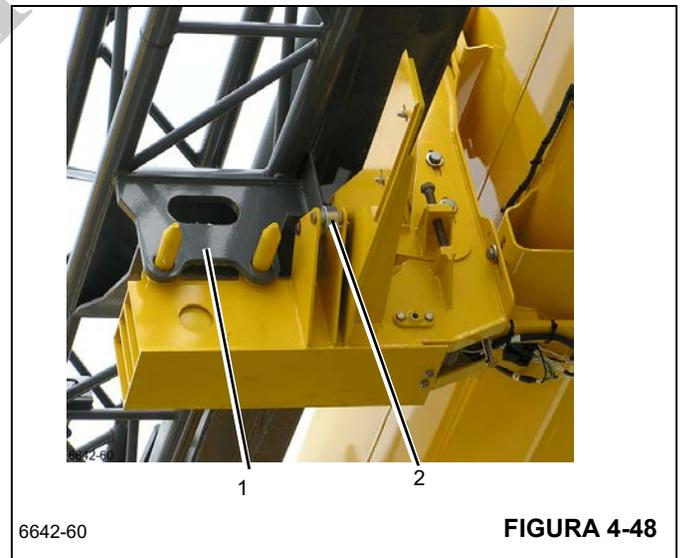
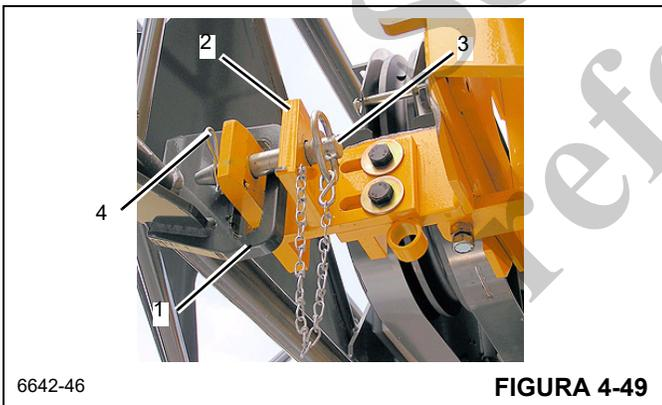

FIGURA 4-48
FIGURA 4-49
- 9. Eleve la pluma para asegurar que la almohadilla de desgaste repose contra la placa amortiguadora de la rampa (Figura 4-48).
- 10. Retraiga la pluma completamente de modo que la extensión (1, Figura 4-48) se almacene en la rampa (2) y sobre las escuadras de almacenamiento delanteras.
Si la extensión de celosía articulada de 33 pies (1, Figura 4-48) no se engrana con la rampa (2, Figura 4-48) correctamente o no se alinea con la escuadra de almacenamiento delantera (2, Figura 4-49) correctamente, **PARE**. NO continúe almacenando las extensiones de la pluma si no están debidamente aseguradas en estos dos puntos.
12. Saque el pasador de almacenamiento del sujetador en el montaje delantero. Fije la extensión de celosía (1, Figura 4-49) a la escuadra de almacenamiento delantera (2) usando el pasador de almacenamiento (3) y el pasador de pinza (4).
Nunca retire los pasadores de almacenamiento de las orejetas del lado derecho de la punta de la pluma (1, Figura 4-49) hasta que la extensión de celosía de 33 pies (10.1 m) haya sido debidamente asegurada a la rampa de almacenamiento (2, Figura 4-48) y a la escuadra de almacenamiento delantera (2, Figura 4-49).